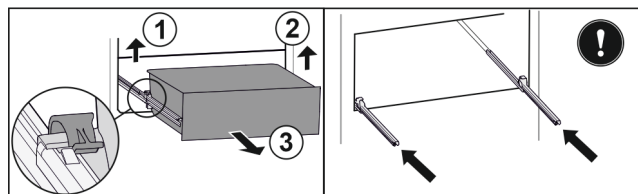

Fig. 93
- ▶ Soulever la bride gauche et tirer dans le même temps la partie gauche du tiroir vers l'avant. *Fig. 93 (1)*
- ▶ Soulever la bride droite et tirer dans le même temps la partie droite du tiroir vers l'avant. *Fig. 93 (2)*
- ▶ Retirer le tiroir par l'avant. *Fig. 93 (3)*